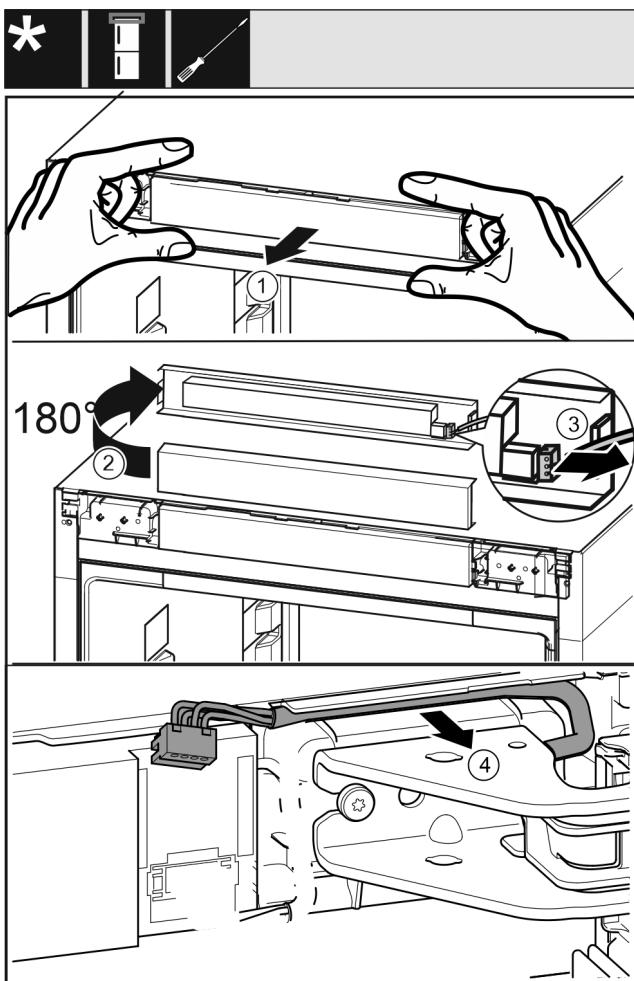

Fig. 19
- Desfaceți spre înainte cu precauție masca de operare a aparatului. Fig. 19 (1)
- Rotiți masca de operare în sus cu 180°. Fig. 19 (2)
- Apăsați ciocul de fixare spre înapoi și extrageți cu precauție fișă. Fig. 19 (3)
- Desfaceți cu precauție cablul deasupra suportului de lagăr din ghidaj. Fig. 19 (4)